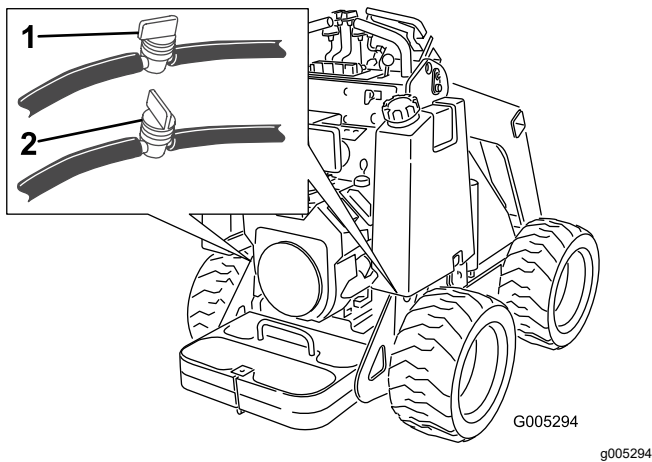

Bild 31
2. Schließen Sie den Kraftstoffhahn unten an jedem Kraftstofftank (Bild 31).
8. Öffnen Sie die Kraftstoffhähne im Schlauch unten an dem/den Kraftstofftank(s), siehe Bild 31.
3. Schließen Sie den Kraftstoffhahn unten an dem/den Kraftstofftank(s), siehe Bild 31.